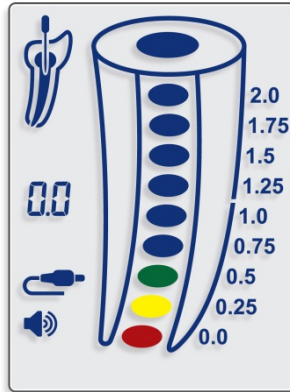

Bild 10
- 7.4.12. Ett rött färgsegment inuti rotkanalsbilden (bild 10) och en konstant ton anger att apikala foramen har nåtts.